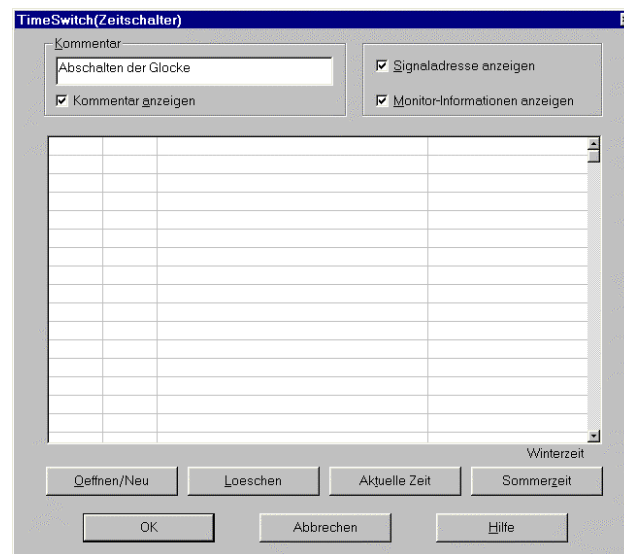

Abb. 1.45
7. Auf den zweiten Zeitschalter-Block doppelklicken, um das in Abb. 1.45 dargestellte Dialogfeld zu öffnen.